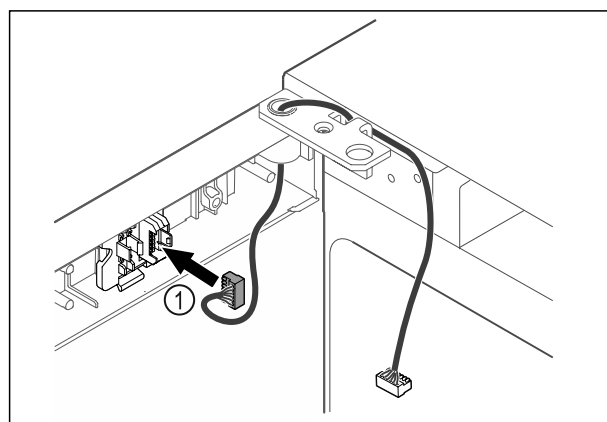

Fig. 54
- Zasuňte zástrčku Fig. 54 (1) do držáku zástrčky.